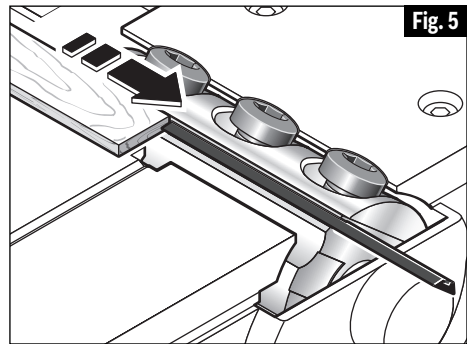

Fig. 5
3. Faites tourner légèrement le tambour et utilisez un morceau de bois pour pousser le fer sur le côté et le faire sortir du dessous de la mâchoire de fixation. Faites bien attention de ne pas laisser vos doigts entrer en contact avec les bords tranchants du fer. Si le fer attache et est difficile à retirer, vous pouvez le nettoyer avec des essences minérales, un diluant à laque ou de l'alcool. (Fig. 5)